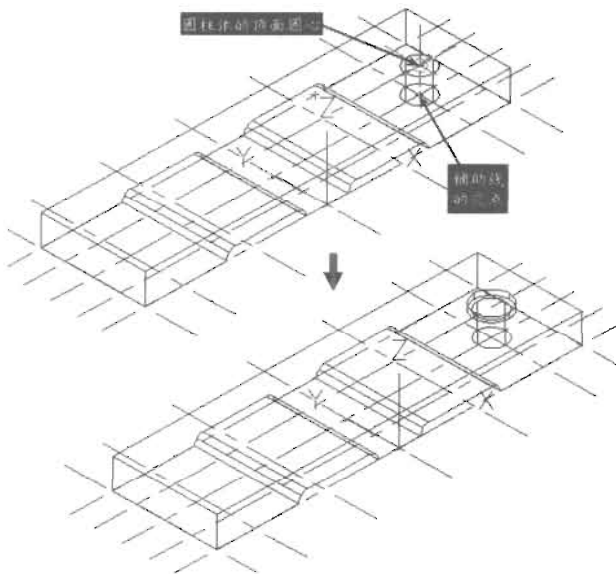

图 14-125
(7) 打开“中心线”图层,显示辅助线。
(8) 执行 Cylinder (圆柱体) 命令绘制两个圆柱体,如图 14-125 所示,命令执行过程如下。